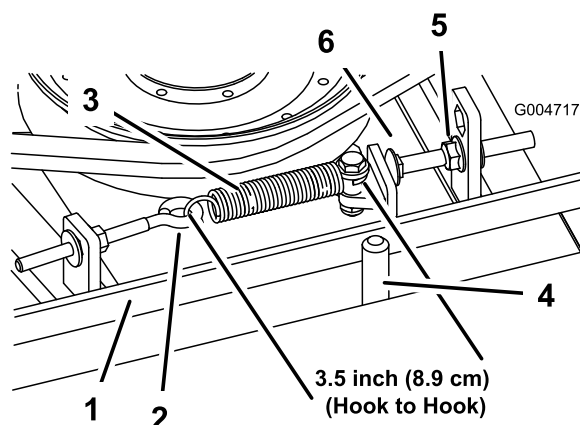

Figura 70
Quando la tensione è corretta, la molla di prolunga (da gancio a gancio) deve essere lunga circa 8,9 cm $\pm$ 63 cm (misura interna). Quando la tensione della molla è giusta, regolate il bullone di arresto (bullone a testa tonda) fino ad ottenere un gioco di 32 cm + 152/,000 cm tra la testa del bullone ed il braccio di rinvio (Figura 70).
Nota: Verificate che la cinghia si trovi dal lato molla del guidacinghia (Figura 70).
2. Allentate il bullone ad occhio per consentire la rimozione della molla di prolunga (Figura 70).
3. Allentate il dado flangiato che fissa il bullone di arresto alla linguetta di montaggio. Allentate il dado quanto basta per consentire al braccio di rinvio di oltrepassare il bullone di arresto (Figura 70). Allontanate la puleggia tendicinghia dalla cinghia in modo da allentare la tensione della cinghia.
8. Ricollegate la molla di prolunga (Figura 70) al bullone ad occhio e tendete la cinghia come segue: